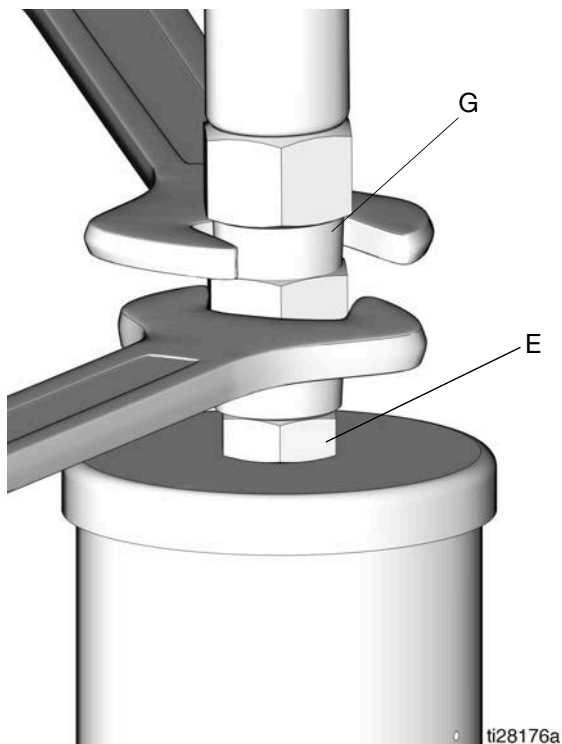

FIG. 8
2. Relâchez la pression dans le système en faisant tourner deux clés dans le sens opposé l'une de l'autre sur la sortie de la pompe (E) et le raccord de la conduite de lubrification (G) pour desserrer lentement le raccord jusqu'à ce qu'il soit libre et qu'il n'en sorte plus de lubrifiant ou d'air (FIG. 8).